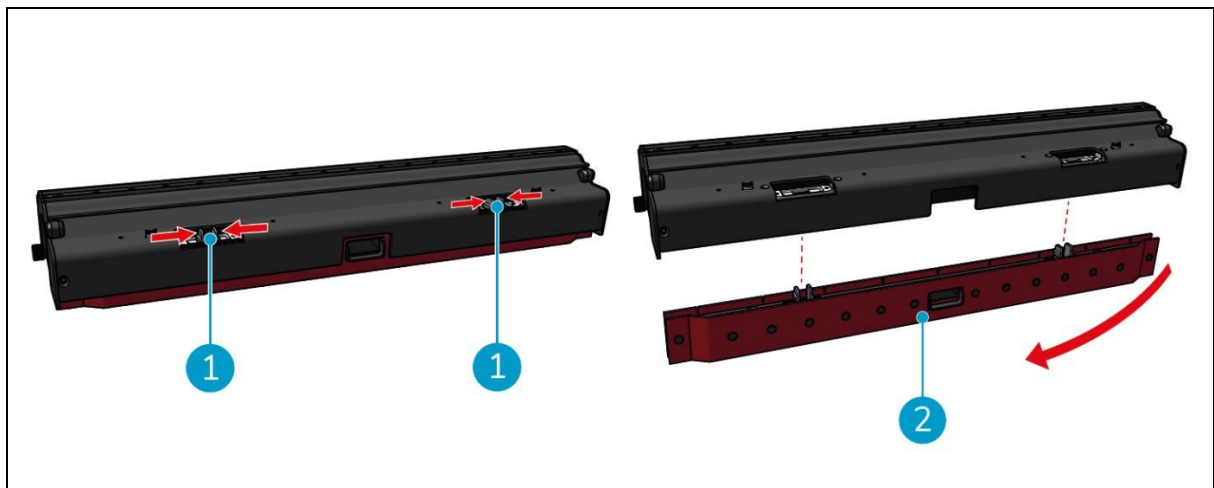

Figura 35
2. Pressionar os pinos de plástico para dentro, como indicado na Figura 35, pos. 1. O suporte das lâminas do rodo sai.